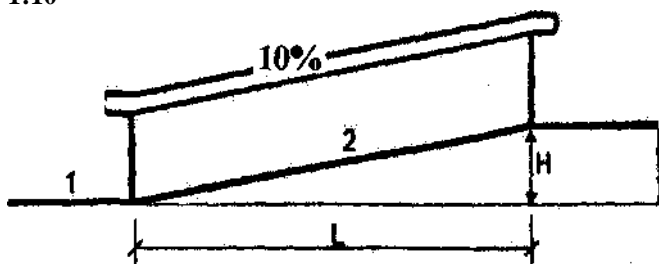

Рис..1
ПАНДУС - это наклонная поверхность для вертикального перемещения инвалидов на креслах-колясках, пешеходов с детскими колясками и других категорий населения (рис. 1).
УКЛОН ПАНДУСА определяется как отношение , высоты подъема пандуса (Н) к длине горизонтальной проекции наклонного участка пандуса (L) (рис.1). Он может быть представлен как отношение или выражен в процентах.